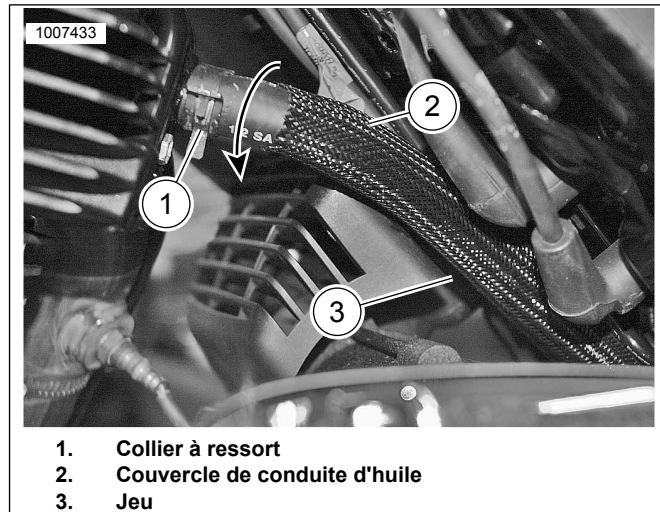

Figure 3. Couvercle de conduite d'huile arrière
- a. Voir Figure 3 . Repositionner le ou les fils de bougie, si nécessaire.
- b. Desserrer le collier à ressort du tuyau de conduite d'huile supérieur (1) et déposer le tuyau de conduite d'huile supérieur, uniquement à partir de la tête.
- c. Détacher le collier à ressort du tuyau de conduite d'huile (1) du tuyau.
- d. Insérer le couvercle sur le tuyau de conduite d'huile arrière (2). Mettre en place le couvercle à 25,4 mm (1 in) du collier à ressort supérieur sur le tuyau de conduite d'huile arrière.
- f. Avec le collier à ressort desserré, faire tourner le tuyau pour obtenir un dégagement maximal entre le carter du ventilateur et le couvercle du tuyau de la conduite d'huile (3).